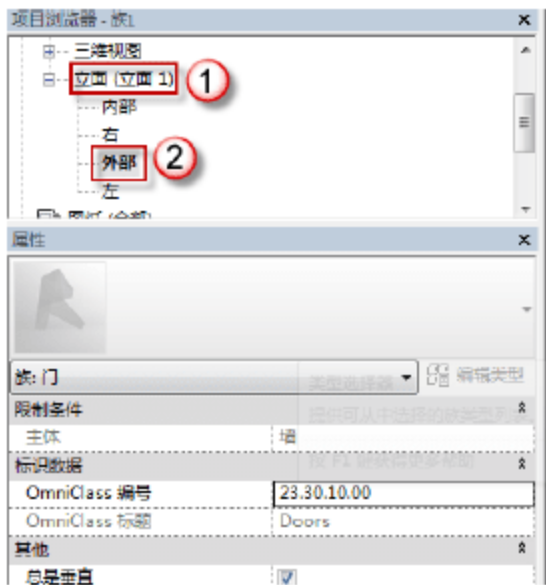

图 6.2.45 FM1521 乙的外部立面视图
(6) 选择“项目浏览器”中的“立面（立面 1）”→“外部”选项，可以进入 FM1521 乙的外部立面视图，如图 6.2.45 所示。